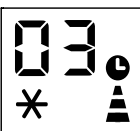

Fig. 6
- Pulse varias veces hasta que aparezca la hora correspondiente. Espere unos 5 segundos y el temporizador estará activado. Entonces sólo el símbolo  se mostrará en la pantalla. (Fig. 6)